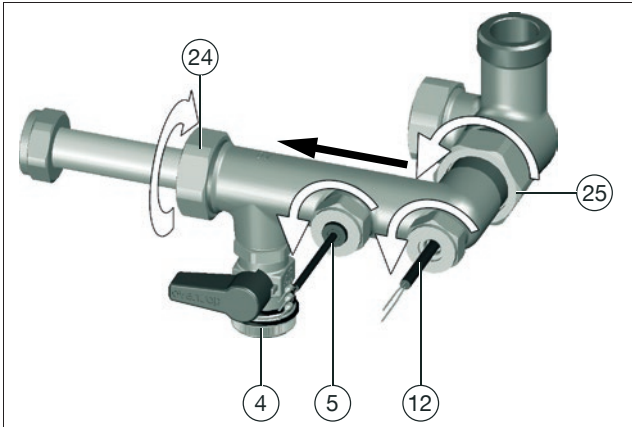

Abb. 34: Messturbine reinigen
7. Lösen Sie die Überwurfmutter des Volumenstromsensors (Position (5) in Abb. 34) mit einem Maulschlüssel SW 24.
8. Lösen Sie die Überwurfmutter des Temperatursensors Trinkwasser kalt/Zirkulation (Position (12) in Abb. 34)
9. Ziehen Sie den Volumenstromsensor (Position (5)) und den Temperatursensor Trinkwasser kalt/Zirkulation (Position (12)) vorsichtig aus der Armatur.
11. Lösen Sie die Überwurfmutter Trinkwasser-Vorlauf (Position (21) in Abb. 34) mit einem Maulschlüssel SW 38.
12. Lösen Sie die Überwurfmutter Wärmeübertragerseite (Position (20) in Abb. 34) mit einem Maulschlüssel SW 37.
tung der Position (24) in Richtung der Position (25) in Abb. 34). Hierzu eignet sich insbesondere ein Wasserschlauch mit entsprechender Spritzdüse.
4. Bauen Sie den Volumenstromsensor (Position (5) in Abb. 34) und den Temperatursensor Trinkwasser kalt/Zirkulation (Position (12) in Abb. 34) ein.